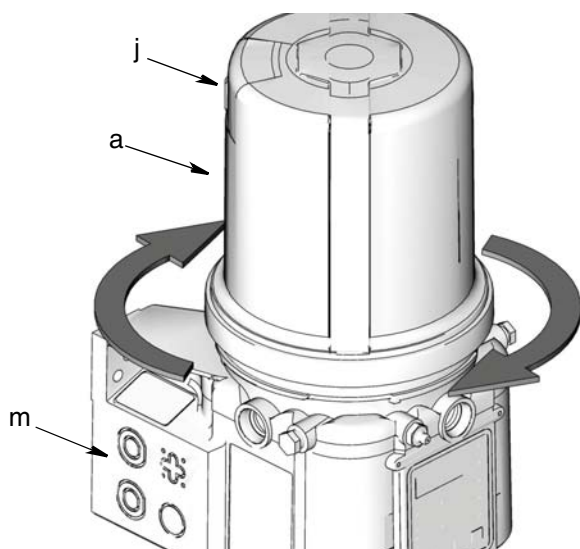

FIG. 17
2. Installer le réservoir (a) avec un évent (j) tourné vers l'arrière gauche (m) de la base G3. Consulter la FIG. 17 pour une orientation correcte de ces pièces pour garantir une installation adéquate.